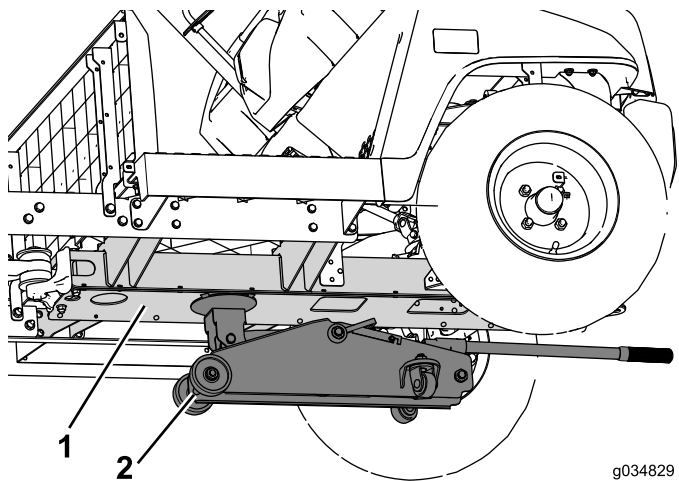

Figure 64
2. Placez un cric sous le profilé central pour soutenir l'avant de la machine (Figure 64).